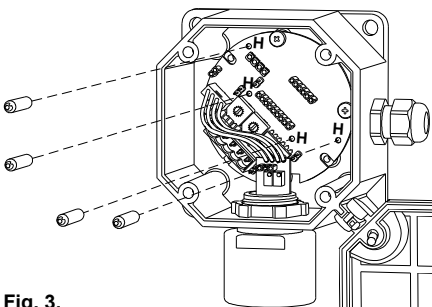

Fig. 3.
5. Inserire sul trasmettitore le quattro torrette in dotazione, (come indicato in Fig. 3).